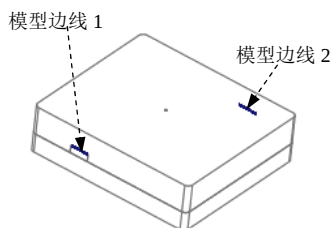
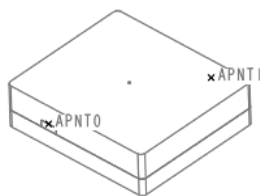

图 31.60 基准点参考
图 31.61 基准点
Step2. 创建参考点 APNT0（图 31.61）。单击 **模型** 功能选项卡 **基准** ▾ 区域中的“创建基准点”按钮 ，系统弹出“基准点”对话框；在模型中选择图 31.60 所示的模型边线 1，然后在“基准点”对话框 **偏移** 后的文本框中输入值 0.5，在类型下拉列表中选择 **比率** 选项，单击 **确定** 按钮。
Step3. 创建参考点 APNT1（图 31.61）。单击 **模型** 功能选项卡 **基准** ▾ 区域中的“创建基准点”按钮 ，系统弹出“基准点”对话框；在模型中选择图 31.60 所示的模型边线 2，然后在“基准点”对话框 **偏移** 后的文本框中输入值 0.5；在类型下拉列表中选择 **比率** 选项，单击 **确定** 按钮。